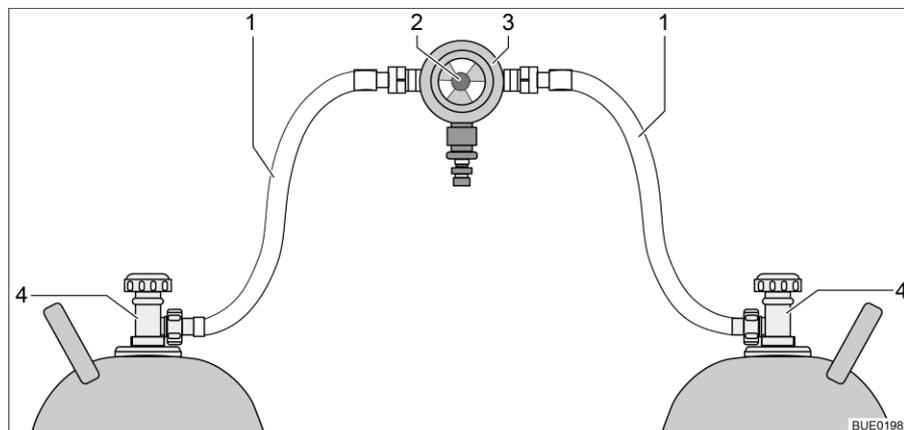
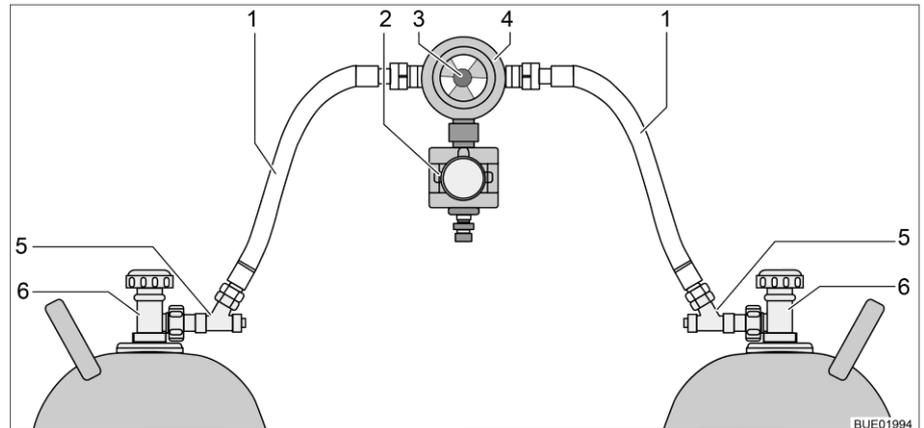

Fig. 194 Impianto di commutazione per bombole del gas
Fig. 195 Impianto di commutazione per bombole del gas con CPU
L'impianto di commutazione per bombole del gas è formato da un regolatore di pressione del gas combinato con valvola di commutazione e indicazione (Fig. 194,3). L'impianto di commutazione per bombole del gas è montato tra i due tubi del gas (Fig. 194,1).
L'impianto di commutazione per bombole del gas è formato da un regolatore di pressione del gas combinato con valvola di commutazione e indicazione (Fig. 195,4) e una elettrovalvola (Fig. 195,2). In caso di frenata brusca, incidente o inclinazione straordinaria, l'elettrovalvola blocca l'alimentazione del gas al veicolo. L'impianto di commutazione per bombole del gas è montato tra i due tubi del gas (Fig. 195,1) con dispositivi antirottura del tubo flessibile (Fig. 195,5).
L'impianto di commutazione per bombole del gas garantisce una pressione del gas costante, indipendentemente da quale bombola provenga l'alimentazione del gas. L'indicatore nella valvola di commutazione indica il livello di riempimento della bombola in uso. Se l'indicatore è verde, il rifornimento di gas viene fatto dalla bombola in uso. Quando l'indicatore è rosso, la bombola in uso è vuota. Il rifornimento di gas avviene poi tramite la bombola di riserva. Con la manopola (Fig. 194,2 o Fig. 195,3) sull'impianto di commutazione per bombole del gas è possibile stabilire quale delle bombole del gas viene utilizzata come bombola in uso e quale come bombola di riserva.
Sulla centralina di controllo (Fig. 196) possono venire azionate solo le funzioni elettriche. Le valvole principali di arresto delle bombole del gas (Fig. 194,4 o Fig. 195,6) devono essere aperte manualmente.
- Aprire le valvole principali di arresto delle bombole del gas (Fig. 194,4 o Fig. 195,6).
- Premere i dispositivi antirottura del tubo flessibile (Fig. 195,5) uno dopo l'altro per 10 secondi.
- Con la manopola (Fig. 194,2 o Fig. 195,3) sull'impianto di commutazione selezionare la bombola del gas, da cui deve provenire la principale alimentazione del gas (bombola in uso). Girare la manopola fino all'arresto.
- Chiudere le valvole principali di arresto delle bombole del gas (Fig. 194,4 o Fig. 195,6).